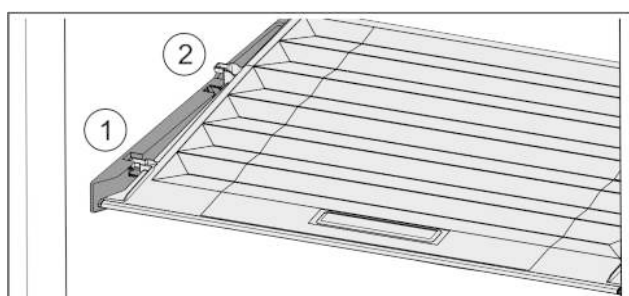

Fig. 33
- Потянуть крышку до отверстия в поддерживающих деталях вперед Fig. 33 (1).
- Поднять сзади снизу и извлечь Fig. 33 (2) движением вверх.